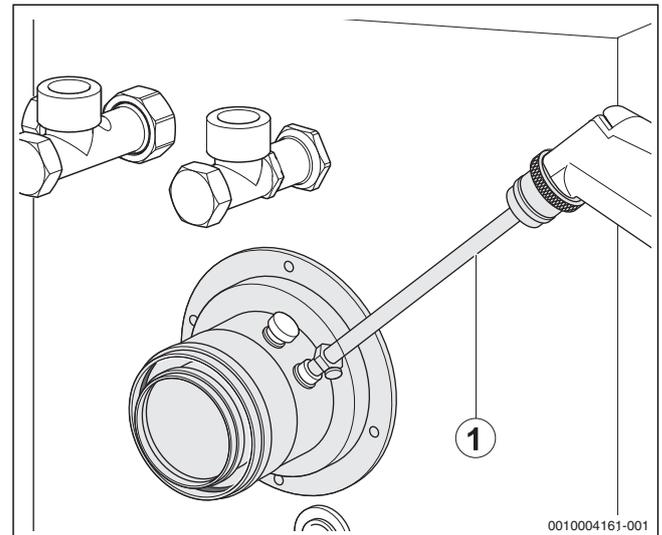

Bild 57 Messwerte aufnehmen
- Messfühler durch die Messöffnung (→ Bild 57, Seite 31) im Abgasrohr in den Kernstrom halten und CO2-Gehalt kontrollieren.